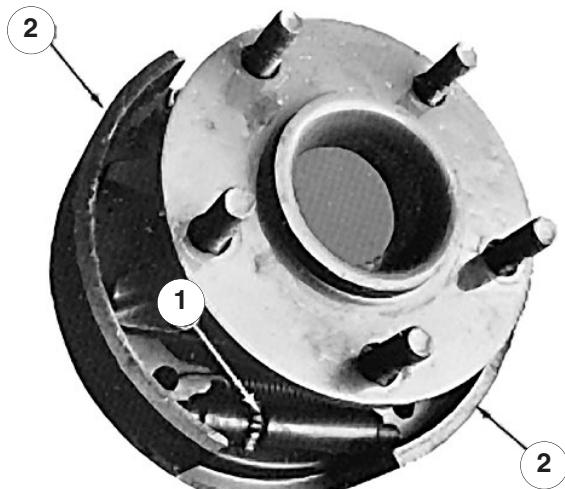

Figure 46
- A l'aide d'un outil spécial de réglage de frein ou d'un tournevis, tournez l'écrou en étoile (Fig. 45) vers le bas jusqu'à ce que le tambour de frein (Fig. 46) se verrouille sous l'effet de la pression extérieure des mâchoires de frein (Fig. 46).